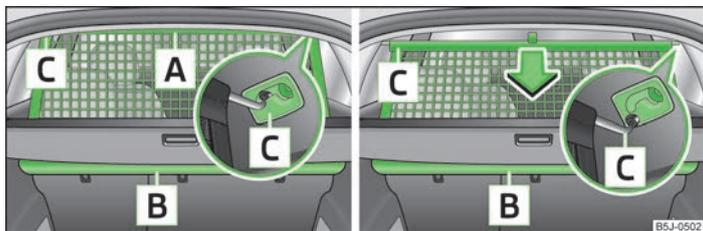
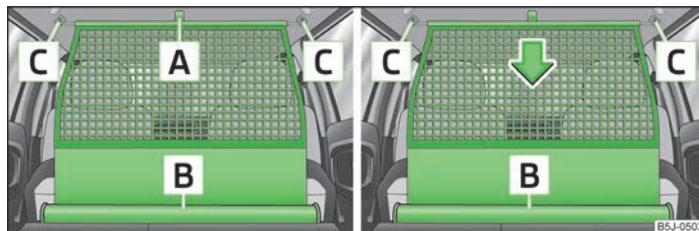

Abb. 53 Netztrennwand herausziehen / aufrollen
Abb. 54 Netztrennwand herausziehen / aufrollen
- Sich überzeugen, dass die Querstange in den Aufnahmen **C** » Abb. 53 auf Seite 60 bzw. » Abb. 54 auf Seite 60 in der vorderen Stellung eingesteckt ist!
- › Die Netztrennwand an der Lasche **A** » Abb. 53 aus dem Gehäuse **B** in Richtung der Halterungen **C** ziehen.
- › Die Querstange erst auf der einen, dann auf der anderen Seite etwas nach hinten ziehen und aus den Aufnahmen **C** » Abb. 53 nehmen.
- › Die Netztrennwand an der Lasche **A** » Abb. 54 aus dem Gehäuse **B** in Richtung der Halterungen **C** ziehen.
- › Die Querstange erst auf der einen, dann auf der anderen Seite etwas nach hinten ziehen und aus den Aufnahmen **C** » Abb. 54 nehmen.